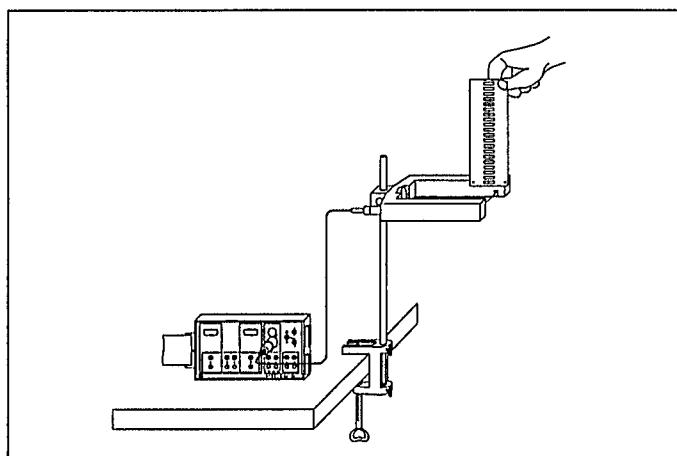

Fig. 2
- ⑥ Noix pour la fixation à une tige de maximum 14 mm Ø
- ⑦ Aimant de maintien
- ⑧ Butée pour fixation orthogonale, stable sur des profilés à section carrée (fig. 2)
- ⑥ Pieza para sujetar a la varilla de soporte de hasta Ø 14 mm
- ⑦ Magneto de soporte
- ⑧ Guía para sujetar sin ladeos, en ángulo recto, a bastidores rectangulares (Fig. 2)